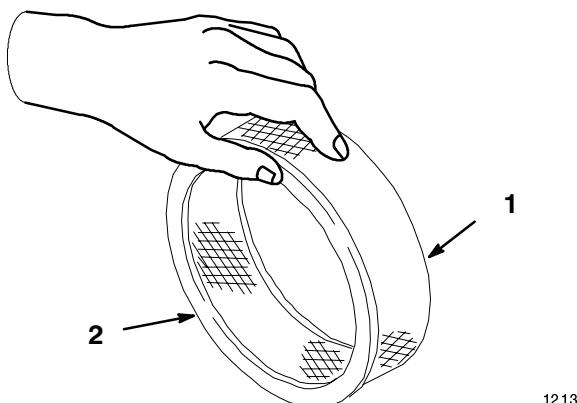

Figure 19
6. Tapotez doucement l'élément sur une surface plane pour faire tomber la poussière et la saleté (Fig. 19).